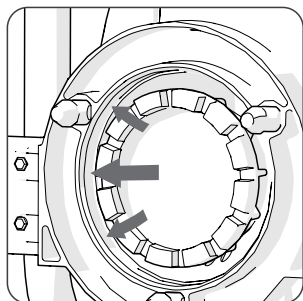

Fig. 6
- Tenere l'anello anulare scrupolosamente pulito e libero da detriti (motore e accessori). (Fig. 6)